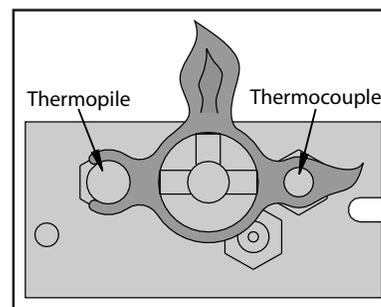

Figure 4: Flamme Pilote
1. Arrêtez le gaz à la cheminée. **Sinon récemment fait, enlevez le verre et laissez l'unité aérer pendant au moins cinq (5) minutes pour dégager n'importe quel gaz.** Ouvrir le gaz au réchauffeur. Essai d'étanchéité tous les joints avec de l'eau savonneux. **N'EMPLOYEZ JAMAIS LA FLAMME NUE POUR L'ESSAI DE FUITE.**
2. Commencez le pilote en pressant le bouton de commande de gaz et en le tournant au PILOTE. Tout en tenant le bouton de commande de gaz dedans, pressez l'allumeur piézo-électrique plusieurs fois jusqu'à ce que le pilote commence. Tenez le bouton de commande de gaz dedans pendant 30 secondes. Vérifiez que le pilote a entièrement englobé le thermocouple (voyez Figure 4).